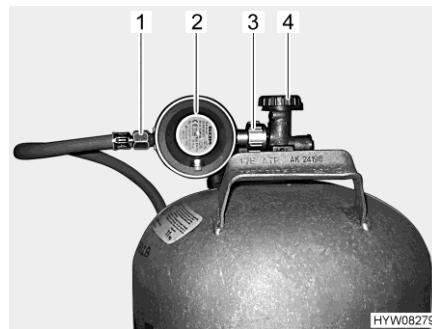

Bild 68 Anslutning gasflaska
- Stäng huvudavstängningsventilen (Bild 68,4) på gasflaskan. Beakta pilriktningen.
- Håll fast gastryckregulatorn (Bild 68,2) och öppna muttern (Bild 68,3) (vanligen vänstergänga).
- Tag bort gastryckregulatorn med gasslangen (Bild 68,1) från gasflaskan.
- Sätt gastryckregulatorn (Bild 68,2) med gasslangen (Bild 68,1) mot gasflaskan och dra åt muttern (Bild 68,3) (vanligen vänstergänga). Dra **inte** åt för hårt.